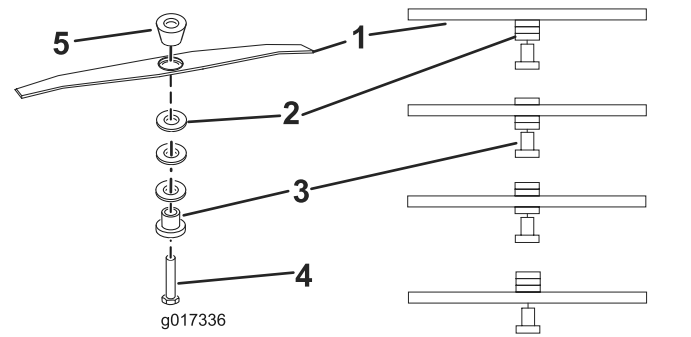

Figura 12
5. Coloque los espaciadores a la altura deseada, vuelva a instalar el retén de la cuchilla y los espaciadores (Figura 12), y apriete el perno a 25 N·m (18 pies-libra).